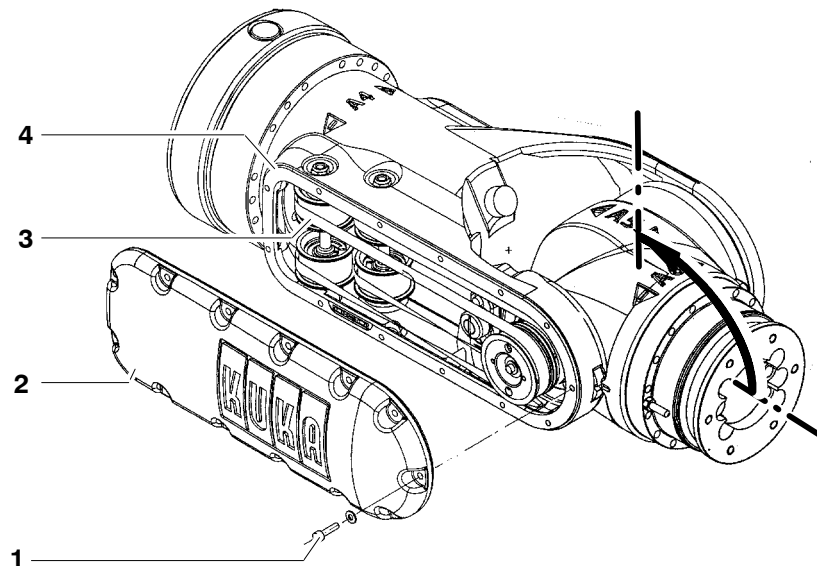

Fig. 99 Couvercle
La description ne se rapporte qu'au réglage de la courroie dentée pour l'axe 5. Le réglage s'applique par analogie à l'axe 6. La courroie dentée (Fig. 99/3) de l'axe 6 est accessible après avoir enlevé le couvercle (2).
- (1) Dévisser 13 vis à six pans creux M5x20 (Fig. 99/1) sans oublier les rondelles-frein et enlever le couvercle (2).
- (2) Retirer le joint (4).
- (11) Monter le couvercle (Fig. 99/2) avec un nouveau joint (4) et le fixer avec 13 vis à six pans creux M5x20 (1) sans oublier les rondelles-frein.